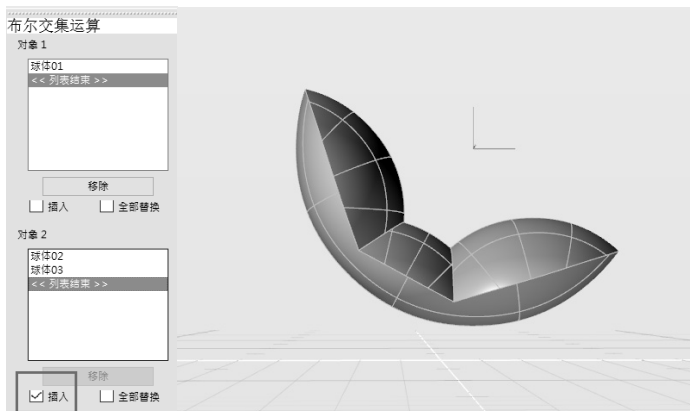

图 4-153 将新对象插入布尔交集运算 (左) 以获得结果 (右)
3) 保持对象处于选中状态, 在控制面板中, 在“对象 2”列表框中, 勾选“插入”复选框。此时控制台再次出现提示“拾取第二个对象集”, 单击最后一个球体 (球体 04), 将其插入到“对象 2”组中, 按〈Enter〉键或空格键确认, 获得结果如图 4-153 所示。